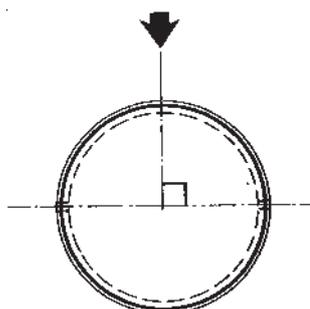
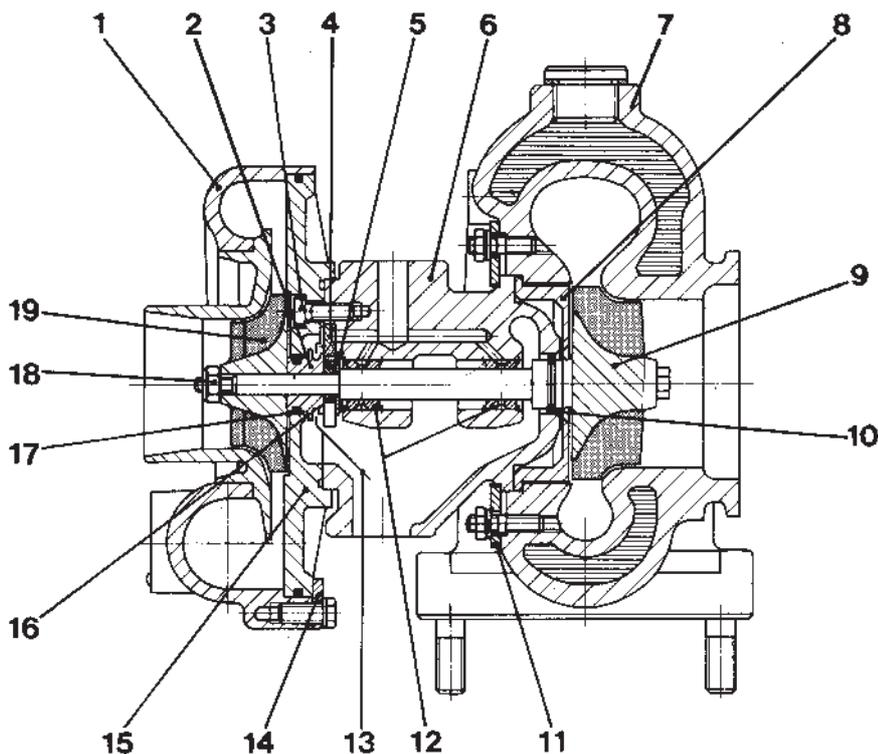

Fig. 216. Emplacement de la gorge de segment, turbo KKK
Fig. 217. Turbocompresseur KKK
1. Marquer des repères entre le carter de turbine (7, figure 217), le carter de paliers (6) et le carter de compresseur (1).
2. Poser le bouclier de protection (8, figure 217) sur le carter de paliers.
4. Monter les segments d'étanchéité (10) dans leurs gorges, sur l'arbre de la roue de turbine et faire passer, avec précaution, le carter de paliers sur l'arbre.
5. Déplacer les coupes des segments de 180° les uns par rapport aux autres. Comprimer les segments et les monter dans le carter de paliers avec leurs coupes déplacées de 90° par rapport à l'entrée d'huile (figure 216). Vérifier que le bouclier de protection peut tourner facilement.
7. Monter la rondelle butée (5, figure 217), la butée axiale (4), le coussinet (16) et le déflecteur d'huile (13).
8. Monter les segments sur la bague porte-segment (2). Placer les coupes des segments comme sur le côté de la roue de turbine et monter la bague porte-segment dans le flasque (15).
9. Enduire les surfaces d'étanchéité du flasque d'une mince couche de produit d'étanchéité et le visser contre le carter de palier avec de nouvelles vis (3) à blocage automatique. (Si vous employez les anciennes vis, celles-ci devront être verrouillées avec du frein-filet, Loctite.)